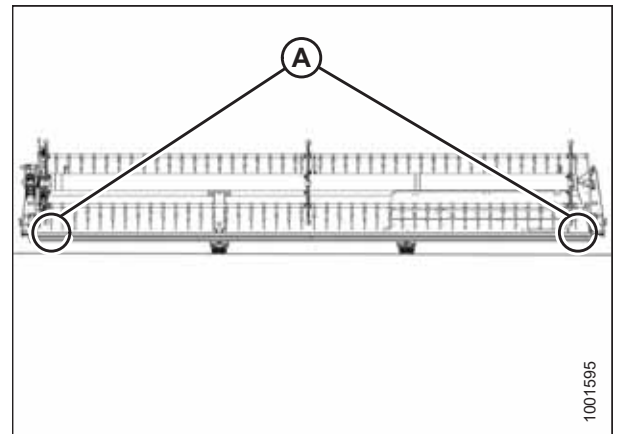

Abbildung 4.262: Messstellen an FlexDraper® Schneidwerk mit durchgehender Haspel
- Schneidwerke mit durchgehender Haspel: Abbildung 4.262, Seite 445